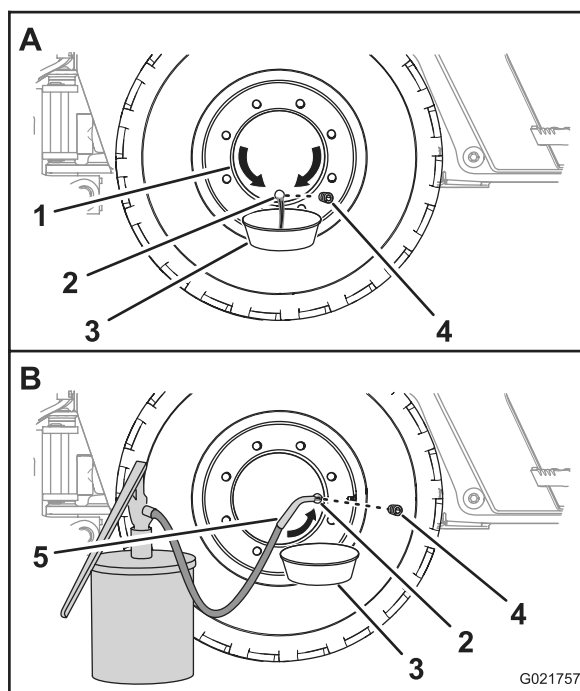

Figure 90
1. Faites avancer ou reculer la machine jusqu'à ce que le bouchon du moyeu de roue soit à la position 6 heures (Figure 90).
2. Placez un bac de vidange sous l'orifice d'huile du moyeu de roue (Figure 90).
3. Retirez le bouchon et vidangez l'huile du train planétaire (Figure 90).
5. Faites avancer ou reculer la machine jusqu'à ce que le bouchon du moyeu de roue soit à la position 3 heures ou 9 heures (Figure 90).